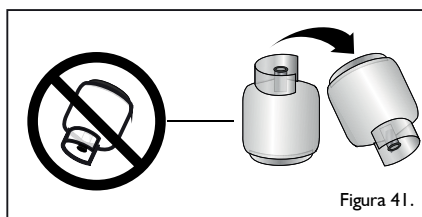

Figura 41.
- Cuando el cilindro de gas se agota, no lo invierta tratando de obtener un poco más de gas, porque en el fondo se van sedimentando suciedades, solventes con arena, que al pasar a las válvulas las rayan quitándoles la grasa lubricante, dando lugar a escapes posteriores (Figura 41).